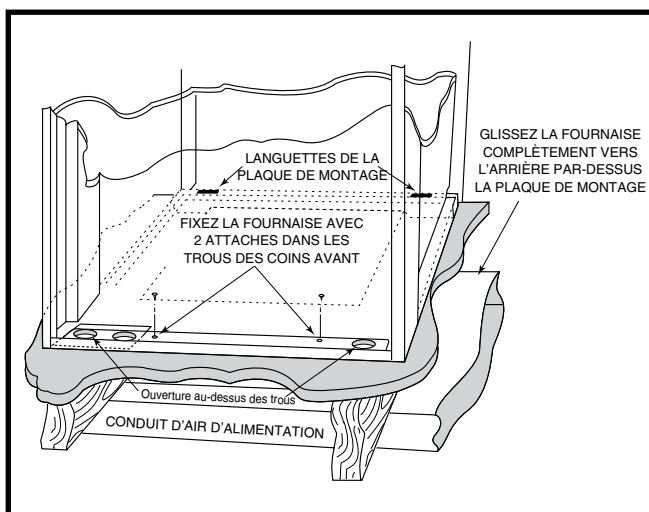
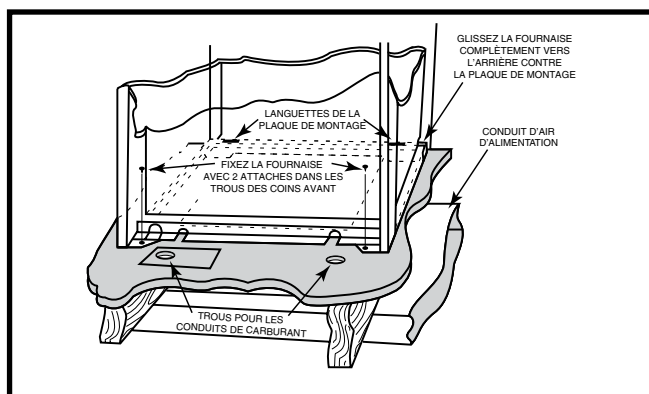

Figure 14. Fournaises de placard « A » et « B »
Figure 15. Fournaise de placard « A » sur armoire à serpentin
Les côtés et l'arrière de la fournaise peuvent être couverts d'un cadre mural comme dans une armoire ou une alcôve. Les dimensions de la pièce ou de l'alcôve doivent convenir à la taille complète des dégagements de la fournaise et de l'installation spécifiés dans la Figure 4 \(page 5\) et dans la page 4. Cette fournaise doit être branchée adéquatement au système d'alimentation d'air tel que montré dans la Figure 14 \(page 8\) et Figure 15 \(page 8\).
4. Fixez le devant avec une (1) ferrure dans chaque coin. Voyez la Figure 14 et la Figure 15.